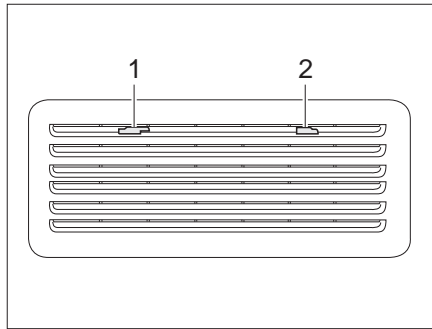

Bild 223 Kylskåpets ventilationsgaller (Thetford)
- Skjut spärren (Bild 223,1) till mitten.